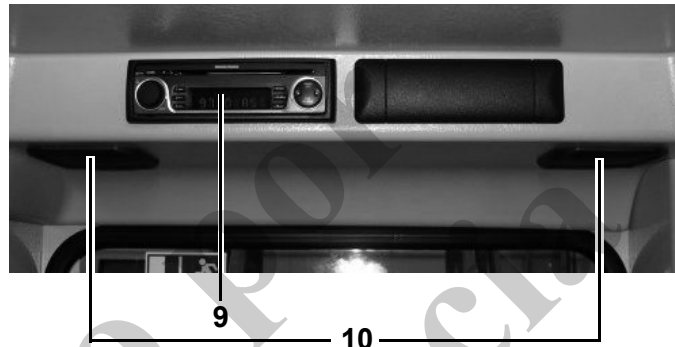

Fig. 55 Radio
La radio (9) y los altavoces (10) (Fig. 55) están ubicados detrás del asiento del operador, debajo del techo de la cabina.